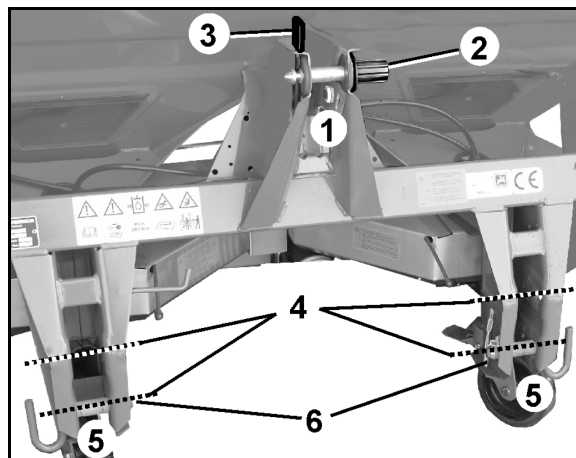

图 37
2. 清洁齿轮箱输入轴（图 37/1）。
4. 旋出锁紧螺栓（图 37/6）。
5. 将锥形防护罩（图 37/2）旋到安装位置（图 37/7）。
7. 在磨擦联轴节的连接叉中拧开锁紧螺母（图 37/3）（直至螺纹销不再突出于锁紧螺母），旋出内六角螺纹销（图 37/4）并检查连接叉是否能轻松装配到齿轮箱轴上。
注意完全盖住滑键（图 37/5）！
9. 防止万向传动轴发生轴向移动。用内六角扳手拧紧螺纹销，然后用螺母（图 37/3）锁固。
2. 拧开磨擦联轴节上连接叉的锁紧螺母（图 37/3）。旋出螺纹销（图 37/4）。